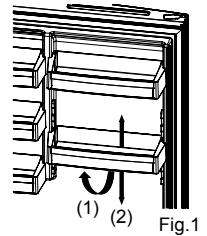

Fig.1
Eleve la parte frontal de la estantería (1) y mueva la estantería de puerta **Adapti-Lift** (2) hacia arriba o abajo con ambas manos (Fig. 1)